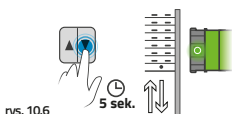

rys. 10.3b
- b) Wciśnij i przytrzymaj klawisz GÓRA (fioletowy przewód) – siłownik potwierdzi zmianę kierunku obrotów krótkim ruchem góra/dół i zgaśnie dioda w główce (rys. 10.3b).